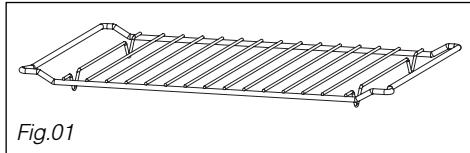

Fig.01
• **Der Grillrost** (Abb. 01): dient zum Toasten, Bräunen oder Grillen. Bei Verwendung der Funktionen Mikrowelle, Grill + Mikrowelle oder Umluft + Mikrowelle darf der Rost nicht mit anderen metallischen Gefäßen kombiniert verwendet werden.